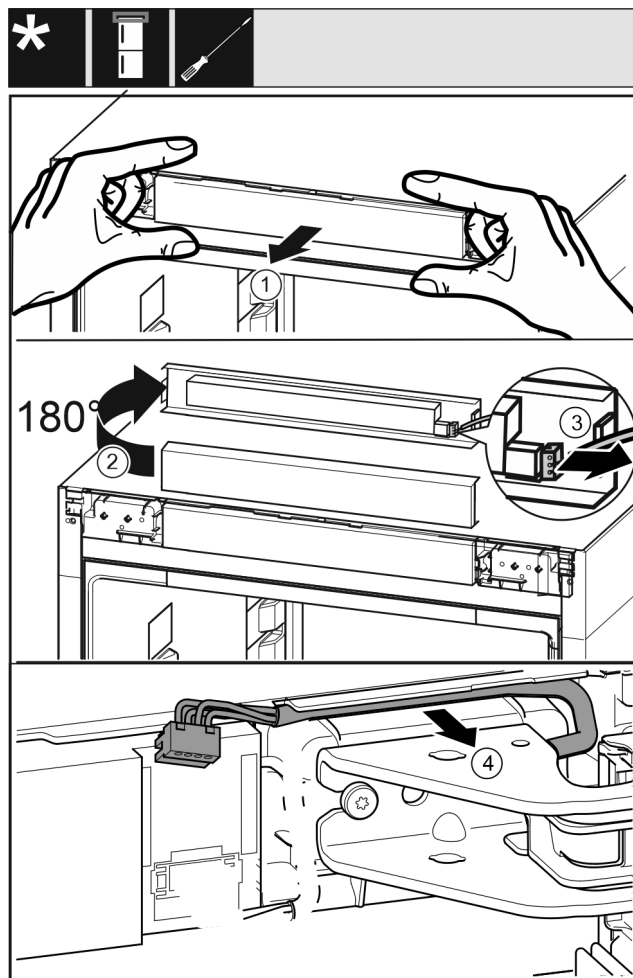

Fig. 19
- Allentare con cautela la maschera di comando Fig. 19 (1) in avanti.
- Ruotare la maschera di comando Fig. 19 (2) verso l'alto di 180°.
- Spingere il naso di arresto Fig. 19 (3) all'indietro ed estrarre con cautela la spina.
- Allentare con cautela il cavo Fig. 19 (4) dalla guida passando attraverso il blocco di supporto.